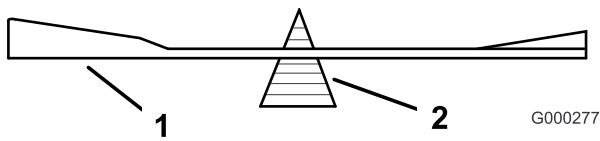
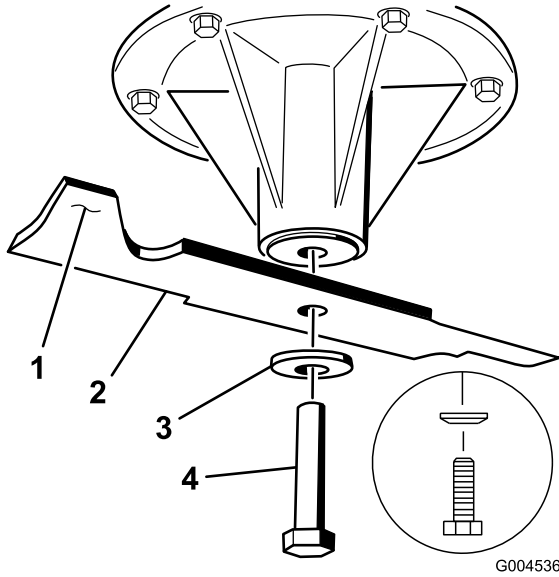

Figura 97
Figura 98
2. Verifique el equilibrio de la cuchilla colocándola sobre un equilibrador de cuchillas (Figura 97). Si la cuchilla se mantiene horizontal, está equilibrada y puede utilizarse. Si la cuchilla no está equilibrada, rebaje algo el metal en la parte de la vela solamente (Figura 98). Repita este procedimiento hasta que la cuchilla esté equilibrada.
1. Instale la cuchilla en el eje (Figura 98).
2. Instale la arandela de muelle y el perno de la cuchilla. El cono de la arandela de muelle debe estar orientado hacia la cabeza del perno (Figura 98). Apriete el perno de la cuchilla a 115–150 Nm (85–110 pies-libra).